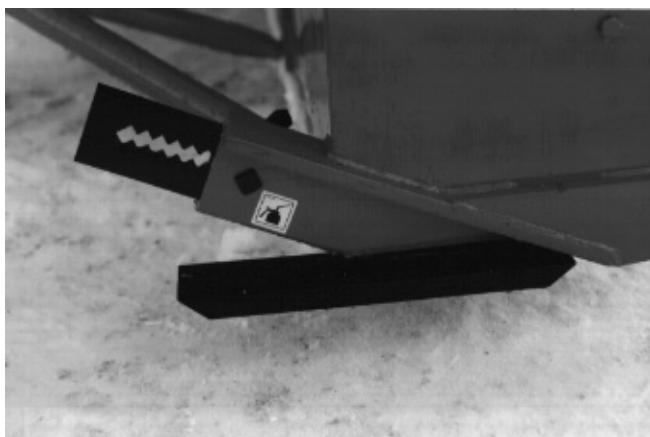

Figure 36
- 5) Faire l'ajustement des patins ajustables selon les conditions du terrain où vous utilisez la souffleuse (Fig. 36).